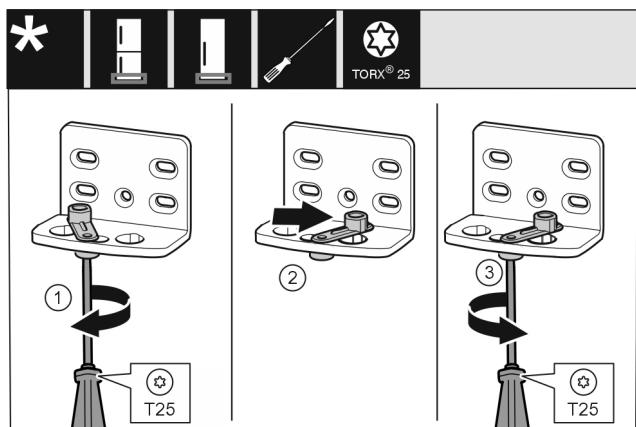

Fig. 14
- ▶ 用 T25 螺丝刀拧松螺钉。Fig. 14 (1)
- ▶ 将关门辅助装置提起并向右 90° 转入钻孔。Fig. 14 (2)
- ▶ 用 T25 螺丝刀拧紧螺钉。Fig. 14 (3)